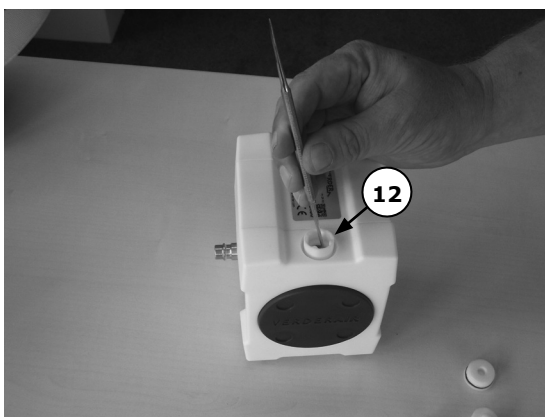

Abbildung 5
den Ventilsitz (12) (siehe Abbildung 5). Auf der Ansaugseite ist der Vorgang fast gleich, jedoch müssen Sie zunächst den Ventilsitz (12) entfernen, um Zugang zur Ventilkugel (11) bzw. zum Flaschenventil (10) zu erhalten.